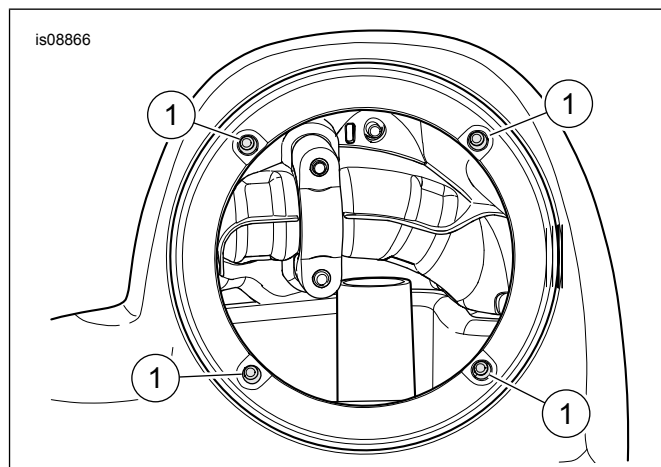

Figure 11. Écrous captifs
15. Voir Figure 11 . Introduire les quatre écrous captifs depuis l'intérieur de la grande ouverture.